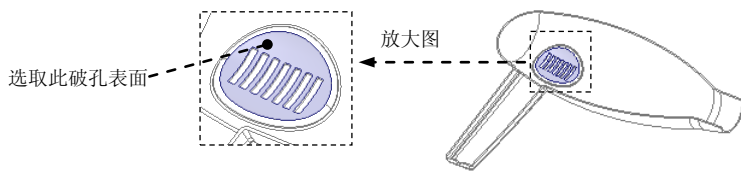

图 8.11 选取破孔表面
(4) 单击 **模具** 功能选项卡 **操作** ▾ 区域中的“复制”按钮
(5) 单击 **模具** 功能选项卡 **操作** ▾ 区域中的“粘贴”按钮 。系统弹出 **曲面：复制** 操控板。
(6) 填补复制曲面上的破孔。在操控板中单击 **选项** 按钮，在“选项”界面中选中 ☒ **排除曲面并填充孔** 单选项。
(7) 在系统 **选择封闭的边环或曲面以填充孔** 的提示下，选取图 8.11 中的破孔表面。
(8) 在 **曲面：复制** 操控板中单击 按钮。